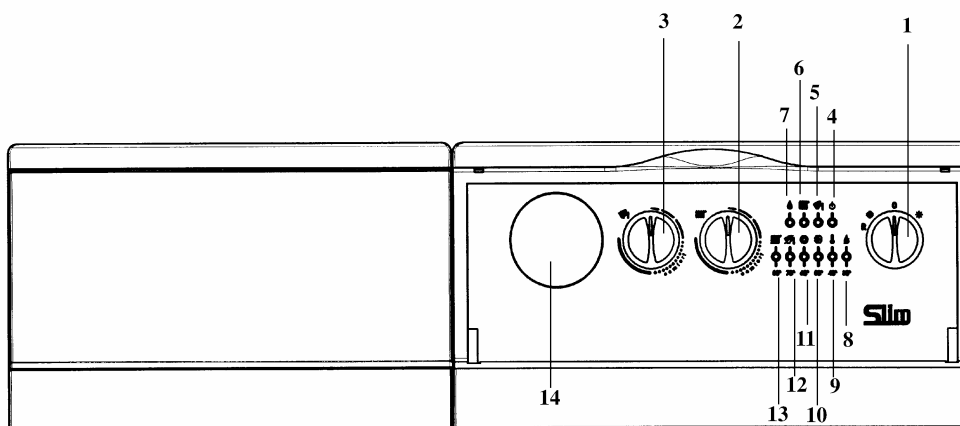

Рис. 1: Панель управління котла
- встановити перемикач режимів «літо -зима» (Рис. 1, позиція 1) у потрібний режим;
- встановити регулятор температури води в системі опалювання (рис.1, позиція 2) на потрібне значення;
- встановити регулятор температури води в бойлері (рис.1, позиція 3) на потрібне значення;
Режим роботи в системі ГВП може бути виключений шляхом установки регулятора температури води в бойлері (рис.1 позиція 3) на мінімальне значення, необхідне для захисту бойлера від замерзання.
Важлива інформація: при перемикачі режимів «літо - зима» (Рис. 1, позиція 1), встановленому в положенні «зима» ❄ перед кожним черговим включенням котла за сигналом регулятора системи опалювання встановлена затримка на декілька хвилин (для того, щоб уникнути частих включень/виключень). Для того, щоб пальник включився відразу, переведіть перемикач в положення (0), а потім знову встановіть режим «зима».
- встановити перемикач режимів літо-зима (рис.1, позиція 1), в положення «літо»;
- встановити регулятор температури води в бойлері (рис.1, позиція 3) на потрібне значення.
Увага! При першому включенні всередині труби подачі газу можуть утворитися повітряні пробки. У таких випадках палиник не включатиметься і відбудеться блокування котла по газу (спалахує червона лампочка блокування котла - Рис. 1, позиція 8). При виникненні даної проблеми повторіть процес включення котла до надходження газу в палиник, короткочасно встановивши перед включенням перемикач режимів (Рис. 1, позиція 1) в положення R (скидання).
Даний пристрій може бути забезпечений кімнатним термостатом для контролю температури опалювального приміщення. В цьому випадку регулятор температури води в системі опалювання (рис.1, поз. 2) встановлюється в максимальне положення, а сигнали на включення і виключення котла поступають від кімнатного термостата.
За відсутності кімнатного термостата температура приміщення регулюється непрямым чином за допомогою регулятора температури води в системі опалювання (рис.1, поз. 2); за таких умов насос системи опалювання працює постійно. Для збільшення температури повернути регулятор за годинниковою стрілкою, для зменшення - проти годинникової стрілки.
Встановити перемикач режимів (Рис. 1, поз. 1) в положення «літо» ☀. В цьому випадку котел працюватиме тільки на контур ГВП.
- Встановити перемикач режимів (Рис. 1, поз. 1) в положення (0), прослідкувавши, щоб лампочка-індикатор (Рис. 1 позиція 2) згасла; таким чином припиняється подача електрики на котел.
Регулятор температури води в бойлері (Рис. 1, поз. 3) може використовуватися тільки за наявності накопичувального бойлера. В цьому випадку можливо відрегулювати температуру води контуру ГВП, встановивши регулятор на потрібне значенні.
Пріоритет ГВП можна відключити встановивши регулятор (Рис. 1, поз. 3) на мінімальне значення відповідно до функції захисту від замерзання води в бойлері.
- перемикач режимів (рис.1, позиція 1) не встановлений в положення (0);
Якщо Ви не хочете нагрівати воду в бойлері, переведіть регулятор температури гарячої води (рис.1, позиція 3) на мінімальне значення (0); електронна система управління простежить за тим, щоб температура не опускалася нижче 5°C.